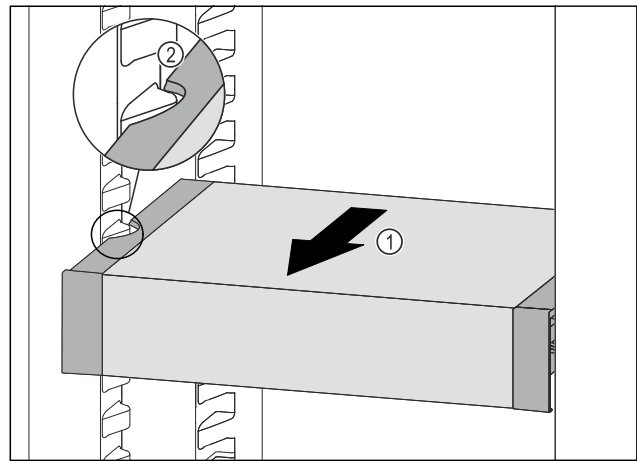

Fig. 103
- ▶ Tirer le VarioSafe vers l'avant Fig. 103 (1) jusqu'à ce que les encoches latérales du VarioSafe se trouvent au niveau de la nervure du bac dans la partie réfrigérateur. Fig. 103 (2)